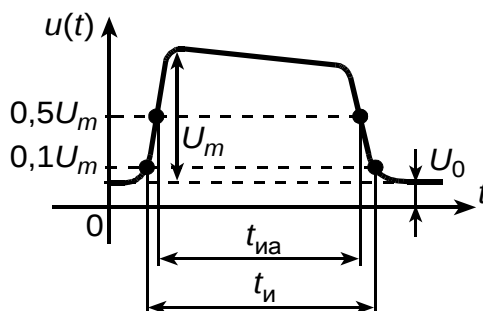

Рис. 18. Прямоугольный импульс с увеличенными во времени фронтами
**Длительность импульса** –  $t_{и}$ , с – интервал времени от момента появления импульсного сигнала до его завершения. Если начало и конец импульса трудно выделить, то расчет  $t_{и}$  ведут по уровню  $0,1U_m$  либо по уровню  $0,5U_m$  (рис. 18). В этом случае используют названия:  $t_{и}$  – длительность импульса по основанию  $0,1$  амплитуды;  $t_{иа}$  – активная длительность импульса.